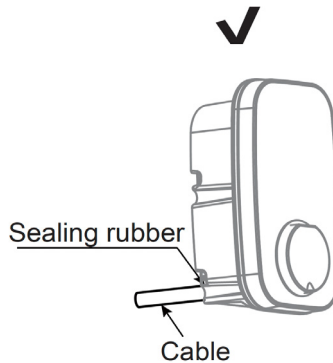

Fig.7
- Opção 2: Entrada traseira: o cabo entra pela parte traseira, utilizando a borracha de vedação. Fig.7